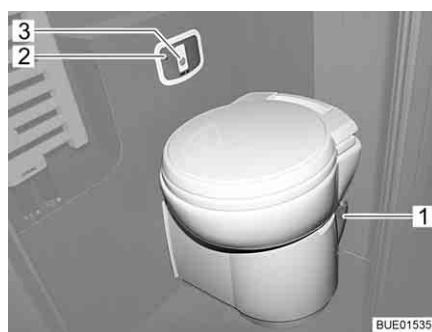

Fig. 255 Actionner la chasse-d'eau des toilettes
- Ouvrir le curseur. Pousser pour cela le levier du curseur (Fig. 255,1) dans le sens inverse des aiguilles d'une montre.
- Actionner la chasse-d'eau des toilettes. Appuyer pour cela sur le bouton de la chasse d'eau (Fig. 255,3).
- ▷ Le symbole "Cassette pleine" (Fig. 255,2) s'allume quand la cassette doit être vidée.